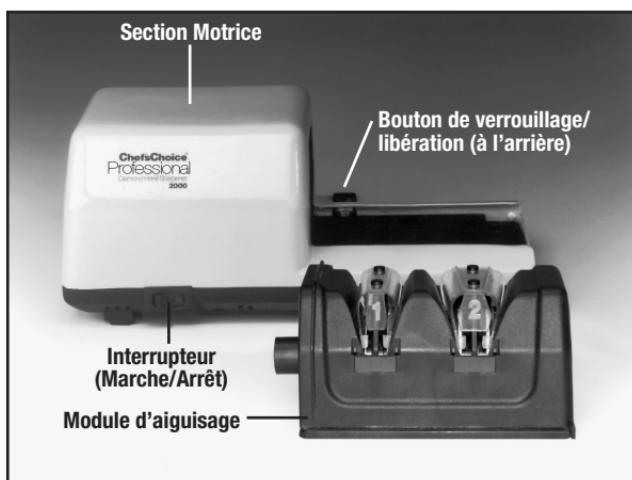

Figure 1. Aiguiseur Modèle 2000 Non assemblée.
4. Débranchez l'aiguiseur lorsque vous ne l'utilisez pas, avant de le nettoyer, d'ajouter ou de retirer tout accessoire, excepté le module amovible (figure 1).
Le modèle 2000 possède une section motrice et un module d'aiguisage amovible qui sont emballés ensemble mais ne sont pas assemblés (figure 1).